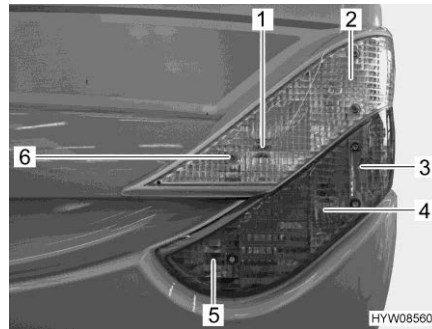

Fig. 224 Luci posteriori (lato anteriore)
- Svitare le sei viti ad esagono cavo (Fig. 224,6).